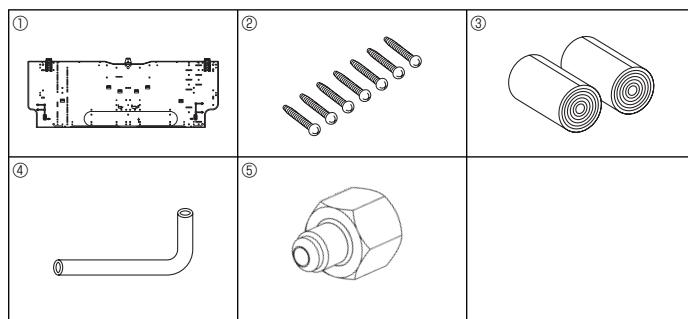

Fig. 3-1
⑦ Luftauslass: Verstellen Sie den Luftauslass nicht innerhalb eines Bereichs von 1500 mm.
⑧ Bodenfläche
⑨ Möbel
⑩ Wenn Gardinenstangen oder Ähnliches einen Wandabstand von mehr als 60 mm haben, sollte ein zusätzlicher Abstand eingehalten werden, weil der Lüfterstrom einen geschlossenen Kreislauf bilden könnte.
⑪ 1800 mm oder mehr von der Bodenfläche (bei hoch gelegener Montage)
⑫ 108 mm oder mehr mit Rohrleitung links, hinten links und optionaler Ablasspumpe
⑬ 550 mm oder mehr mit optionaler Entleerungspumpe
⑭ Minimal 7 mm: 265 mm oder mehr mit optionaler Entleerungspumpe
3.1. Zubehörteile der Innenanlage prüfen (Fig. 3-1)